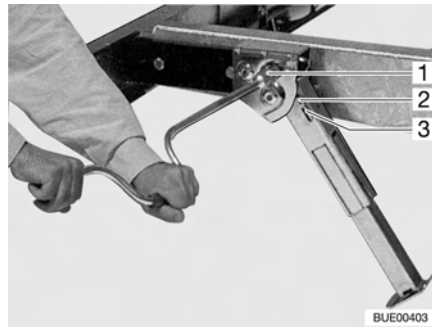

Bild 8 Hubstütze
- Am Sechskant (Bild 8,1) den Steckschlüssel aufstecken und drehen. Die Hubstütze schwenkt nach unten und wird automatisch ausgefahren.
- Am Sechskant (Bild 8,1) den Steckschlüssel aufstecken und drehen, bis die Hubstütze wieder vom Boden frei ist.
- Mit dem Steckschlüssel am Sechskant drehen, bis die Hubstütze nach oben geschwenkt und die Führungsscheibe (Bild 8,2) vollständig in die Kerbe (Bild 8,2) eingefahren ist.